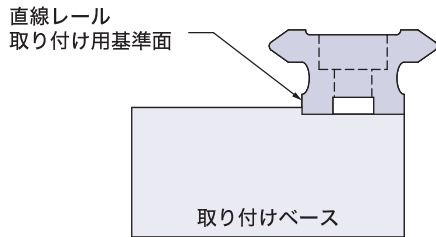
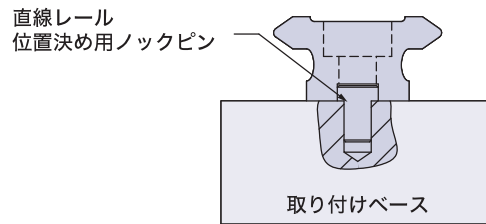

図1.1 基準面と位置決め
図1.2 ノックピンによる位置決め
- 1.1 真直度を確保するために、図1.1に示すように機械加工された基準面に直線レールをあてて位置を決めてください。図1.2に示すようにノックピンを使用してレールを取り付ける方法もあります。組み立て時にスライド位置を正しく維持できるようにノックピン用の穴を正確に加工してください。